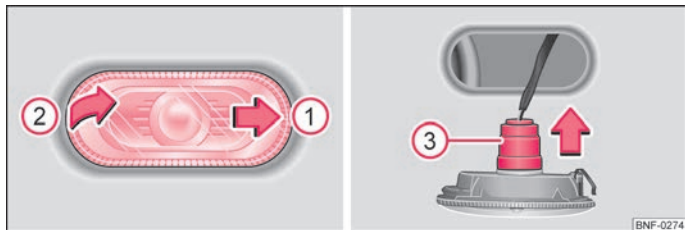

Bild 120 Höger sida: Byta glödlampa till blinkers
- Skjut sidoblinkersen i pilens riktning ① ⇒ bild 120.
- Bänd ut blinkern från karossen i pilens riktning ②.
- Dra ut lampsockeln ③ i pilens riktning.